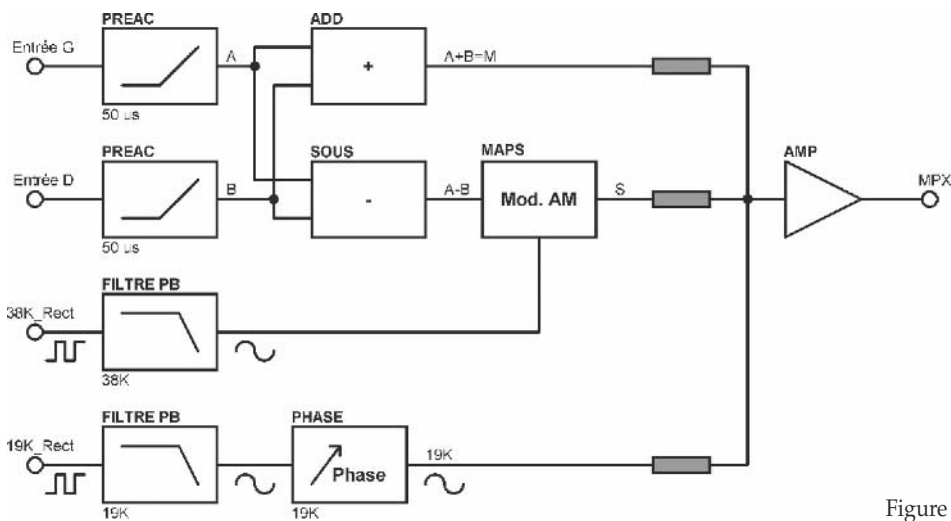

Figure 3.12
**Tentatoo** – Bien sûr que si. Le synoptique du codeur stéréo, que voici en figure 3.12.